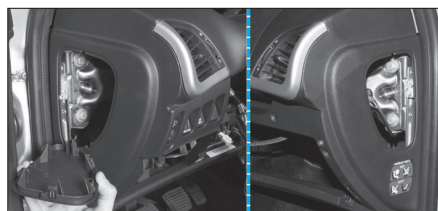

Fig. 14
- Dégrafer et déposer les caches plastiques latéraux (Fig.14).